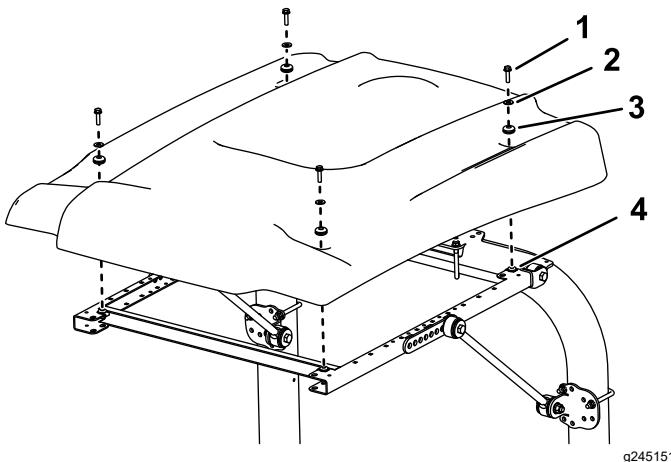

Figura 35
15. Ao alinhar os furos de montagem, posicione o toldo na estrutura como se mostra na Figura 35.
16. Monte, sem apertar completamente, cada canto do toldo na estrutura com um parafuso de cabeça flangeada (5/16 pol. x 1 1/4 pol.), uma anilha pequena e um olhal (Figura 35).